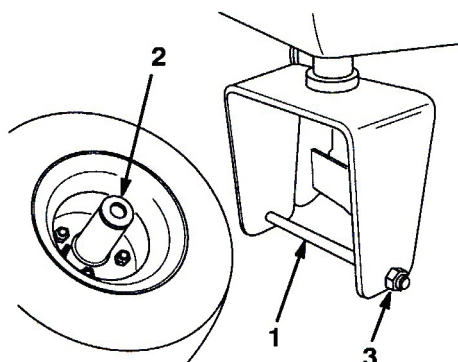

図4
1. 後キャスト・フォークの車輪取り付け穴についているボルトとロックナットを外す(図4)。
2. キャスタ・フォークに後輪を取り付ける。片方の穴からボルトを差し入れ、スペーサを入れて車輪にボルトを通す(図4)。